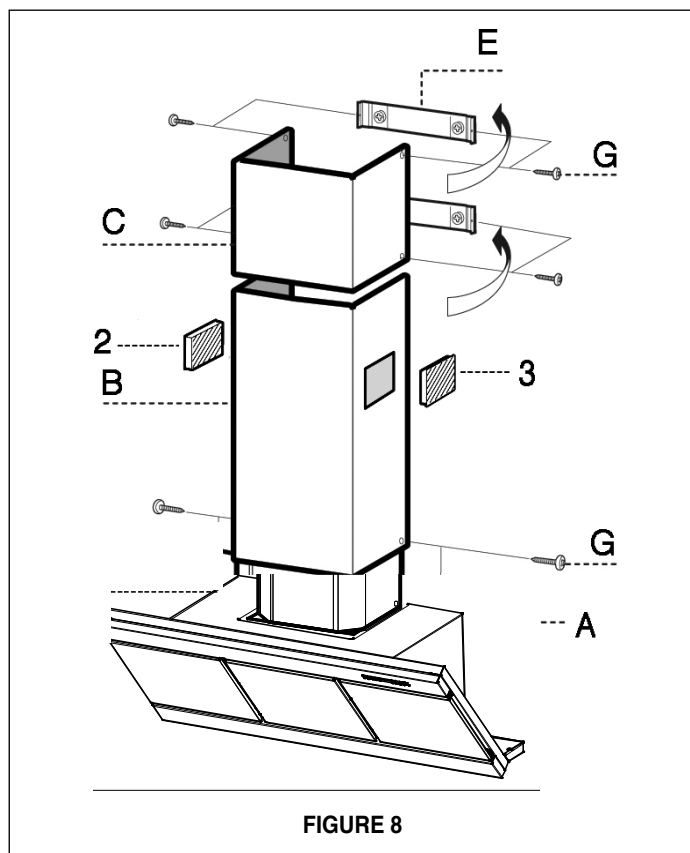

FIGURE 8
2. Installer la CHEMINÉE SUPÉRIEURE (C de la FIGURE 8). Elargir légèrement les deux bords latéraux de la cheminée et les accrocher derrière les FIXATIONS DE CHEMINÉE (E); refermer jusqu'à la butée. Fixer latéralement aux FIXATIONS DE CHEMINÉE (E) à l'aide des VIS DE CHEMINÉE (G).
3. Installer la CHEMINÉE INFÉRIEURE (B). Elargir légèrement les deux bords latéraux de la cheminée et les accrocher entre la CHEMINÉE SUPÉRIEURE et le mur; refermer jusqu'à la butée. Fixer latéralement la partie inférieure à la HOTTE (A) à l'aide des VIS DE CHEMINÉE (G).